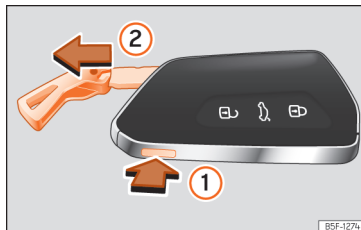

Fig. 70 Cheia cu telecomandă: scoateți lama cheii.
• Apăsați butonul » fig. 70 ① pentru a scoate inelul de pe cheie și scoateți lama cheii ②.
• Apăsați butonul » fig. 70 ① pentru descuiere. Apăsați și mențineți butonul ① și în același timp trageți de inel în direcția săgeții » fig. 70 ② pentru a scoate complet lama cheii.